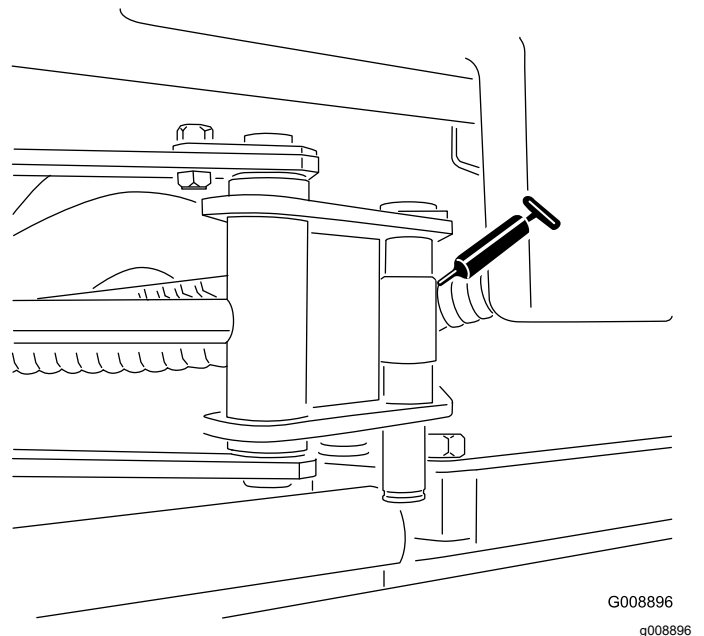

Figure 39
- Extrémités du vérin de SideWinder (2) (Figure 39)